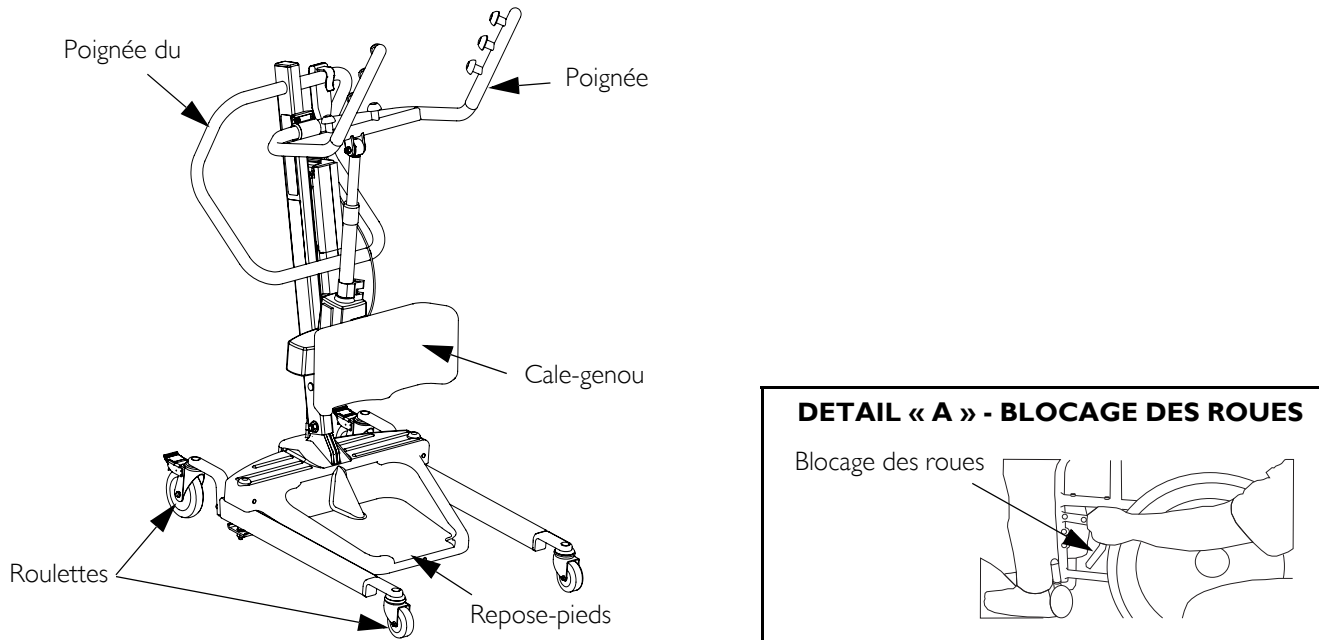

FIGURE 4.2 Soulever du patient
REMARQUE: Pour cette procédure, consultez la FIGURE 4.2 on page 64.
1. Donnez au patient la consigne de se tenir aux poignées des deux côtés du lève-personne verticalisateur (Détail " A " de la FIGURE 4.2).
4. Lors d'un transfert d'une chaise roulante, bloquez les roues de la chaise (détail " B " de la figure 4.2).
5. Appuyez sur le bouton de la flèche de montée (UP) sur la télécommande pour lever le patient au-dessus de la surface (lit, chaise roulante ou chaise d'aisance).